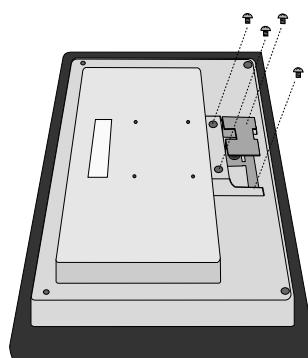

Figura R.2
4. Retire los 4 tornillos que unen el monitor al soporte y levante el conjunto del soporte (**figura R.2**).